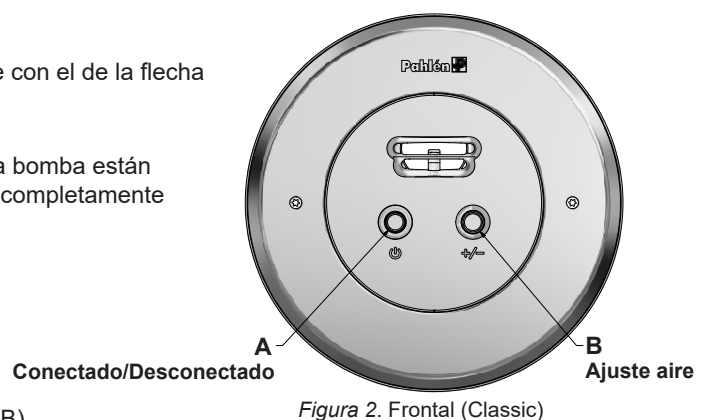

Figura 2. Frontal (Classic)
- Arranque el Chorro a presión con el pulsador (A figura 2).
- La mezcla de aire se puede regular con el mando giratorio (B).
- Apague el Chorro a presión con el pulsador (A figura 2).